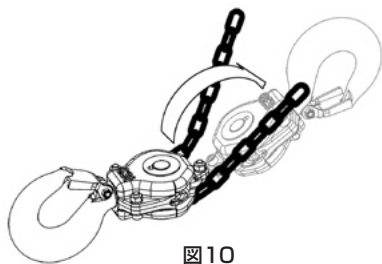

図10
- (23)ロードチェーンに溶接用電極を絶対に接触させないでください。
- (24)レバーホイストに溶接等による火花を付着させないでください。
- (25)荷重の掛かっているときは、絶対に遊転操作をしないでください。
- (26)本体に取り付けられた注意ラベルや銘板を外したり、不鮮明なまま使用しないでください。
- (27)人間の手引き力以外での操作はしないでください。
- (28)遊転操作時にロードチェーンを急激に引っ張らないでください。
- (29)玉掛け用具はフックに正しく掛けてください。
- (30)巻上げは、ロードチェーンまたは玉掛け用具が張ったところで一度停止してください。
- (31)本体・ロードチェーンに砂などがたまり積まないように常に清掃してください。
- (32)作業に対し揚程が十分であることを確認してください。
- (33)ロードチェーンの掛け数が2本以上の場合は、下フックがロードチェーンの間をくぐってトンボ返りした異常状態になっていないか確認してください。図10